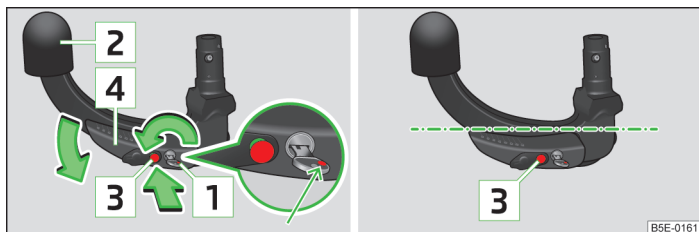

Fig. 153 Reglarea poziției de disponibilitate / poziția de disponibilitate
- Rotiți cheia 1, în așa fel încât să fie vizibil marcajul de culoare roșie » fig. 153.